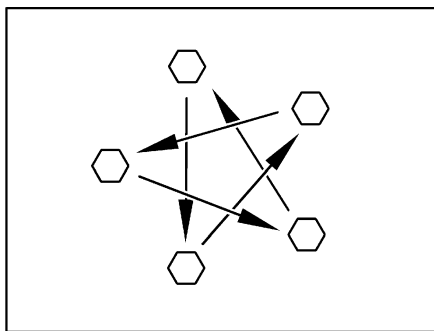

Bild 181 Radmuttern oder Radschrauben über Kreuz anziehen
- Radmuttern oder Radschrauben regelmäßig auf festen Sitz prüfen. Radmuttern oder Radschrauben eines ausgewechselten Rades nach 50 km über Kreuz nachziehen (Bild 181). Anziehdrehmoment siehe Abschnitt 14.5.2.
- ▷ Radmuttern oder Radschrauben über Kreuz anziehen (Bild 181).